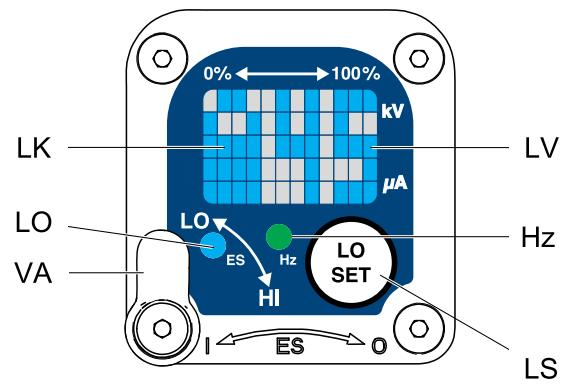

Figure 5 低压设置屏幕 (已锁定)
低压设置可能锁定。锁定时，屏幕上会出现一个图像 (LK)。参见图 5 和第 11 页的表 1。
| LK | 低压锁定 | 低压设置锁定时出现。参见图5和图9。 |